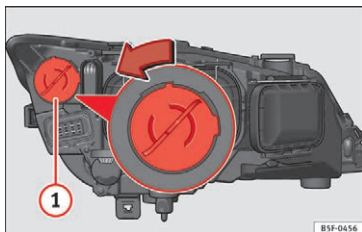

Fig. 104 Lygte til dagskørellys
- Drej pæreholderen » Fig. 104 ① mod venstre, og træk i den.